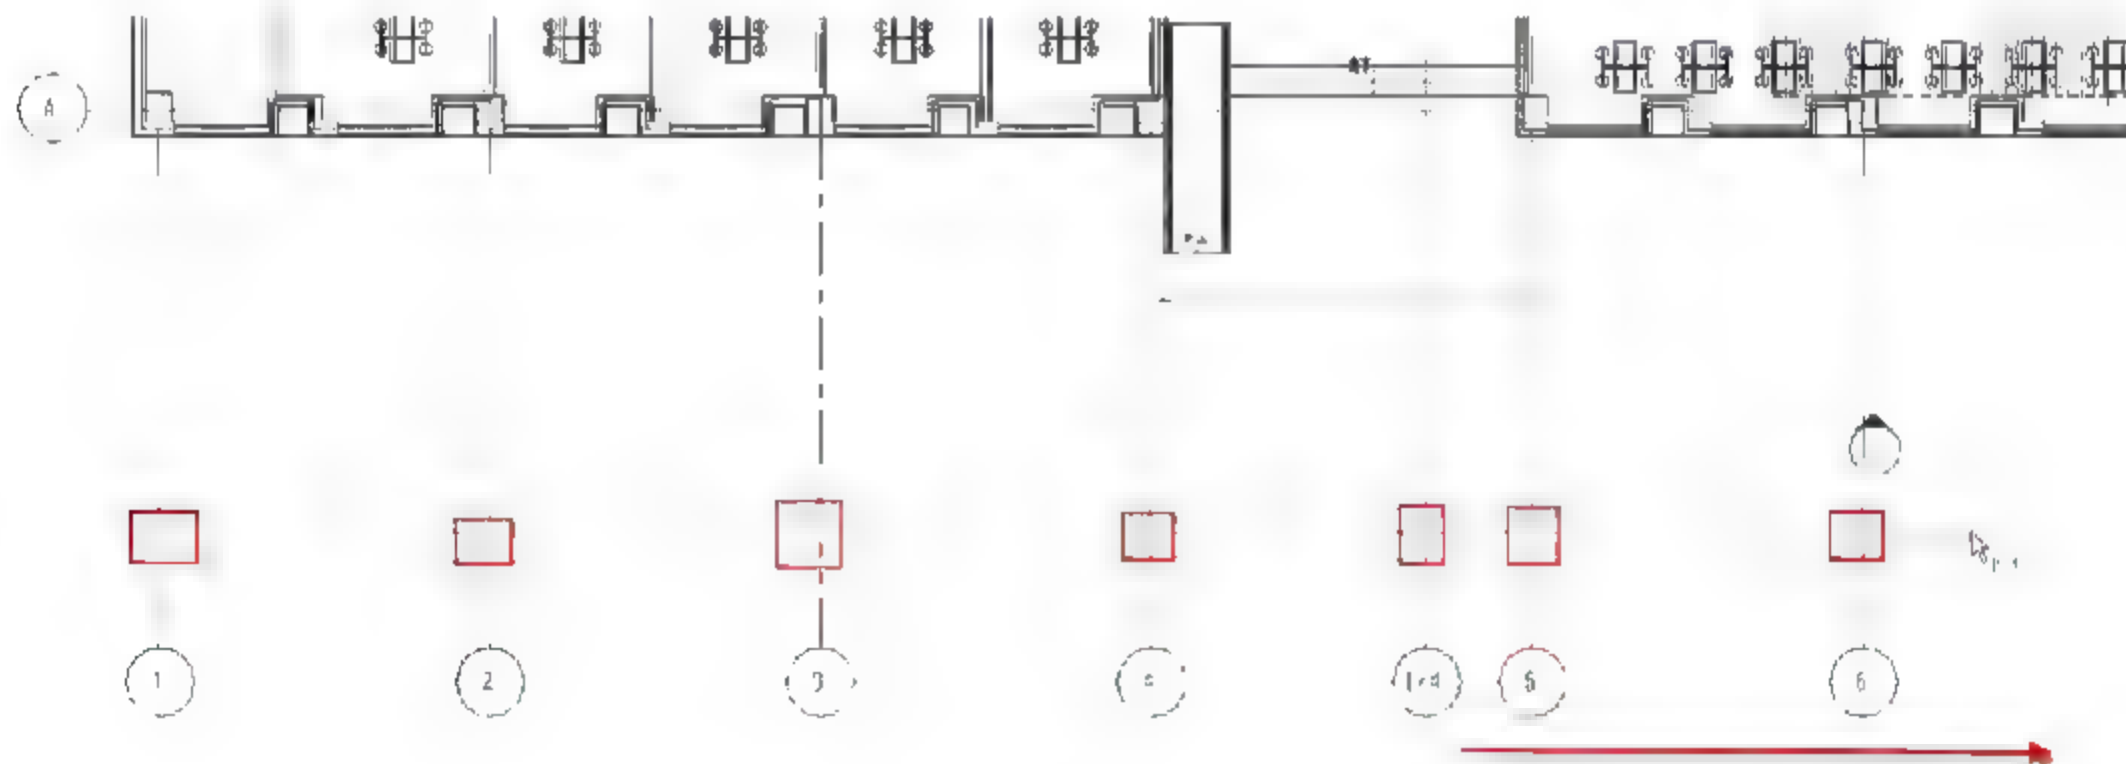
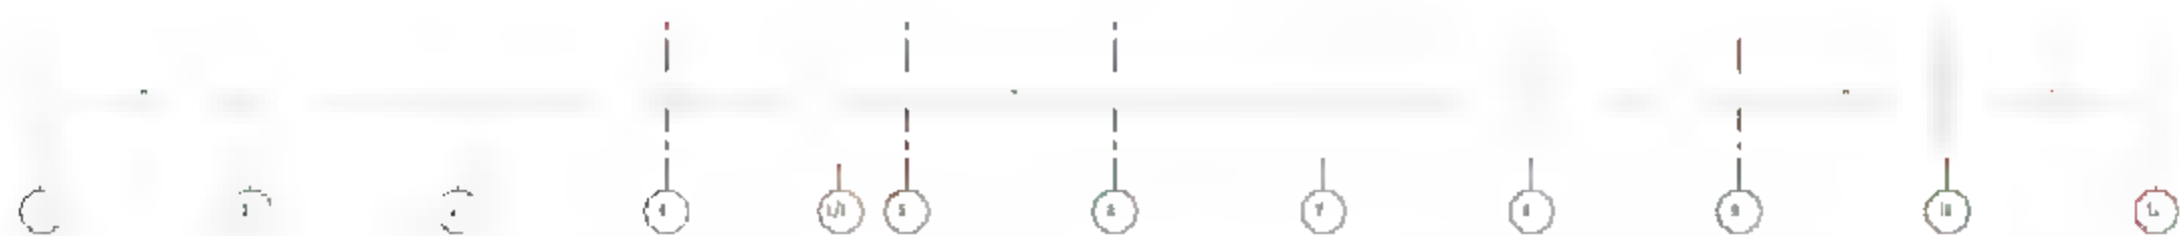

图 13.1.4 标注轴线尺寸
图 13.1.5 标注轴线尺寸
(3) 标注轴线尺寸。按快捷键 **D+I**，从左向右对轴线进行尺寸标注，如图 13.1.4 所示。轴线尺寸标注完成后，如图 13.1.5 所示。